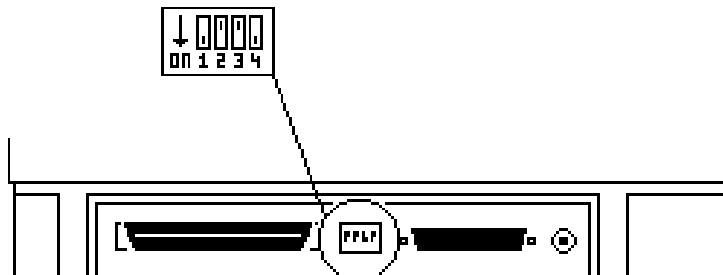

Figure 3 : Emplacement des micro-interrupteurs
Vous pouvez définir l'adresse du scanner à l'aide des micro-interrupteurs situés à l'arrière du scanner (figure 3).
3. Dans le 'Gestionnaire de programmes', sélectionnez l'option 'Exécuter' du menu 'Fichier' (figure 3).